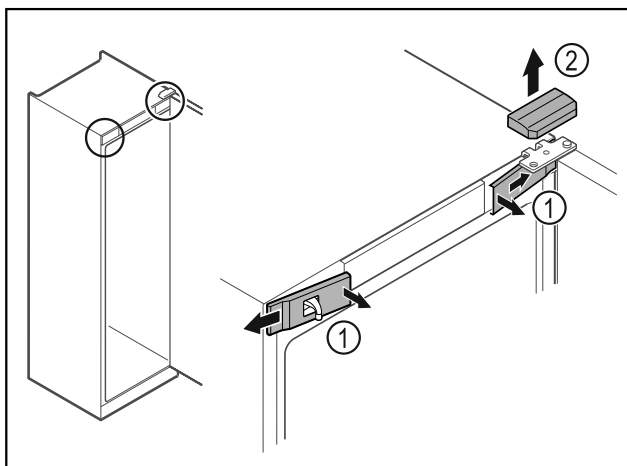

Fig. 13
- Uvolněte uvnitř přední kryty Fig. 13 (1) a sejměte je stranou.
- Horní kryt Fig. 13 (2) odeberte směrem nahoru.